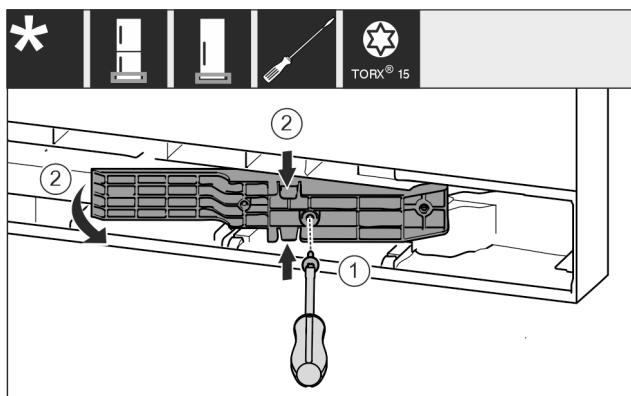

Fig. 16 *
- Ослабьте винты отверткой T15. Fig. 16 (1)*
- Извлеките деталь адаптера. Fig. 16 (2)*